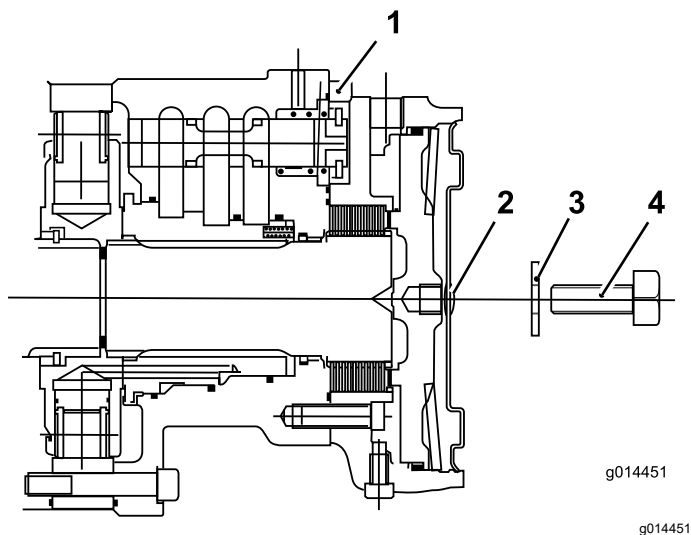

Bild 36
6. Führen Sie eine Schraube (12 x 40 mm) und eine Unterlegscheibe (12 mm) durch das Loch in der Mitte der Motorendplatte (Bild 36).
- Ziehen Sie die Schraube im Gewindeloch des Bremskolbens an, bis sich die Bremse löst (Bild 36).